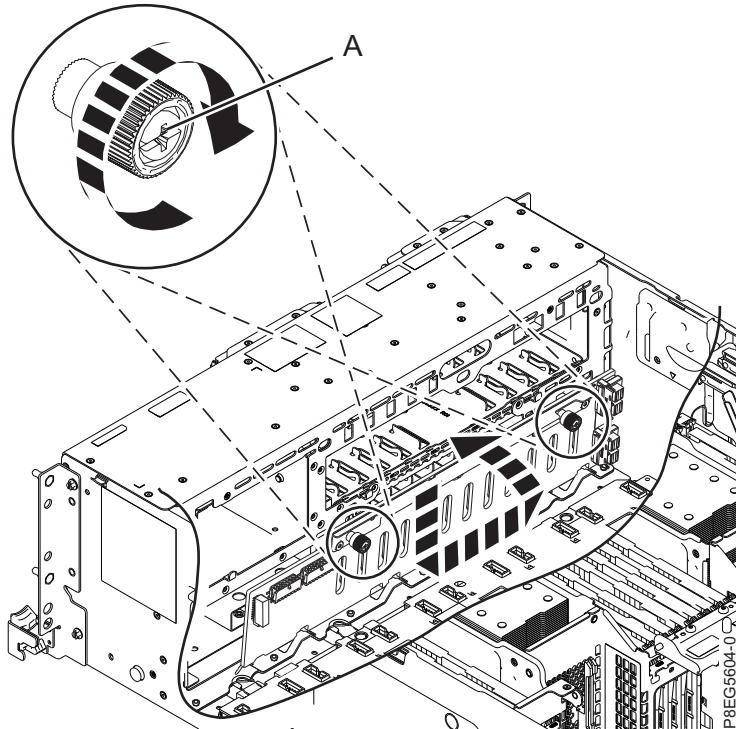

Figure 6. Remplacement du fond de panier d'unité de disque
3. En utilisant le bord supérieur du fond de panier d'unité de disque et en vous plaçant face au système, remplacez le fond de panier. Inclinez-le vers l'arrière et placez-le dans le châssis. Alignez les encoches du fond de panier avec les pattes situées dans le châssis pour l'insérer dans le système. Faites glisser le fond de panier sur le côté, comme indiqué dans la figure 6, à la page 9.
4. Serrez soigneusement les vis imperdables (A) jusqu'à ce que chacune d'elles soit fixée dans le châssis du système.